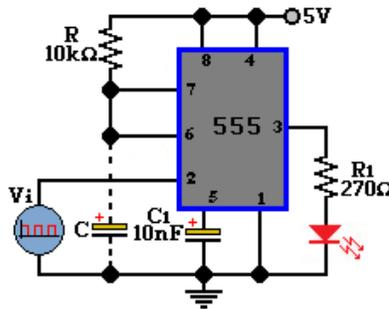

Figura 2.1
2. Desarrollar el análisis teórico de la figura 2.1, para las resistencias que se piden en la tabla 2.1, éste deberá ser entregado al profesor del laboratorio al inicio del mismo.
1. Arme el circuito de la figura 2.1 sin el capacitor C. Calibre el generador de función con una señal cuadrada a una frecuencia de 10Hz a 4Vpp. **Con el offset del generador de señales desplace la señal de entrada hacia arriba de su eje de referencia (2Vcd) para que la señal de entrada solo sea positiva.**
4. Conecte el capacitor C, como se observa en la figura 2.1 y repita los pasos 2 y 3 para los valores de la tabla 2.1.
1. Diga ¿Qué función tiene R_1 en el circuito de la figura 2.1?
6. Realice una tabla comparativa que incluya los datos teóricos del circuito de la figura 2.1 (Tabla 2.1) con los valores obtenidos prácticamente. Comente sus resultados.